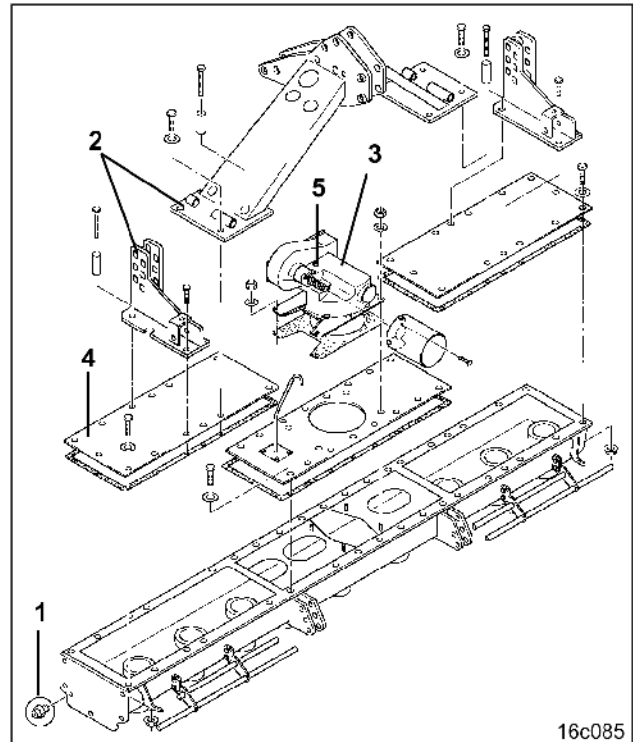

Fig. 155
- Getriebeöl an der Ölablaßschraube (Fig. 155/1) ablassen und in einem geeigneten Gefäß auffangen
Rahmenoberteil (Fig. 155/2), Getriebe (Fig. 155/3) und Stirnradwannendeckel (Fig. 155/4) demontieren.
Das Getriebe kann nach dem Lösen der vier Skt.-Mutter mit einem Kran angehoben werden. Zum Befestigen des Kranhakens ist eine Ösenschraube anstelle der Entlüftungsschraube (Fig. 155/5) in das Getriebegehäuse einzuschrauben.